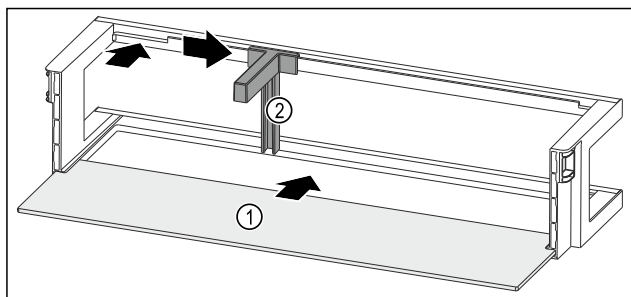

Fig. 133 Türabsteller mit Abstellfläche
- Abstellfläche Fig. 133 (1) in die seitlichen Einsparungen einschieben.
- Flaschenhalter Fig. 133 (2) in die Aussparung einsetzen.
- Flaschenhalter Fig. 133 (2) in gewünschte Position zur Seite schieben.